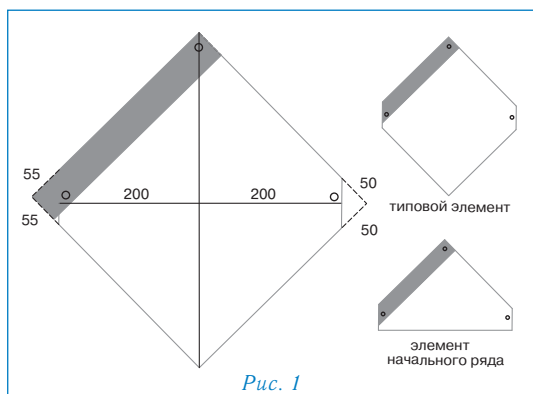

Рис. 1
- Элементы начального ряда формируются из типовых элементов ПРЕСТИЖ ВЕРСАЛЬ ЦИНК-ТИТАН (рис. 1), укладываются по линии карниза в обе стороны от линии AD и фиксируются по нижнему краю битумной мастикой и тремя гвоздями (рис. 3а).